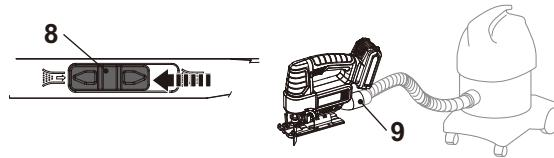

Fig. 3
Posicionar o interruptor de sopro/ aspiração (8) (Fig. 3). à esquerda para a posição da extração de pó.